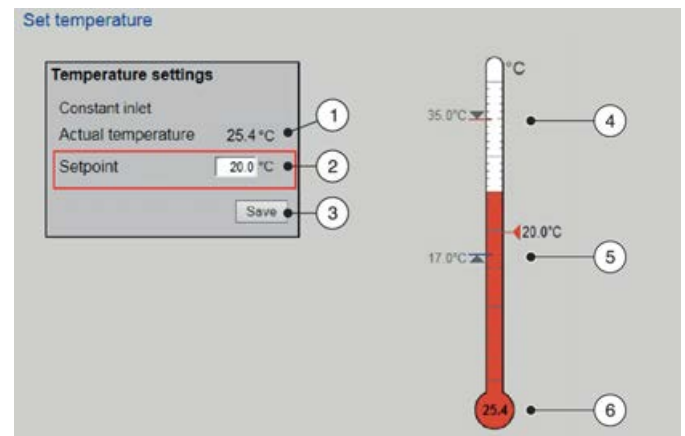

Fig. 29: Ajuste de la temperatura
- Introduzca una consigna de temperatura (Fig. 29 /2).
- Haga clic en «*Guardar*» (Fig. 29 /3).